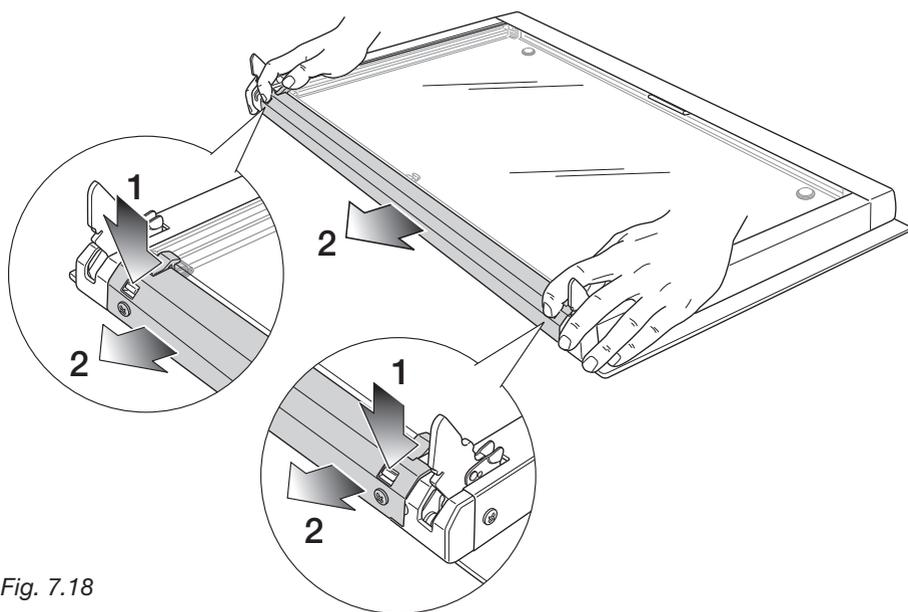

Fig. 7.18
**IMPORTANTE:** La porta del forno deve essere appoggiata in posizione orizzontale come illustrato in fig. 7.18.